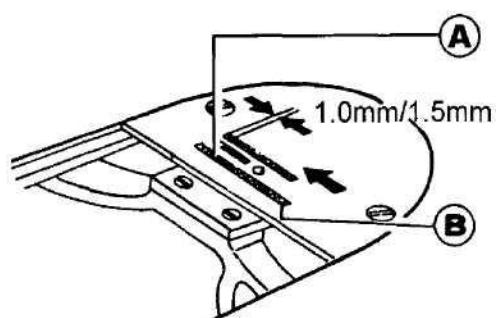

Рис.35.
(рис. 35)
Для того чтобы отрегулировать положение зубчатой рейки переместите зубчатую рейку в направлении передней части игольной пластины. Ослабьте винт (C) (см. рис 33) переместите основание зубчатой рейки (B) в направлении указанном стрелками на рис. 35, чтобы отрегулировать положение зубчатой рейки, затяните винт (C)